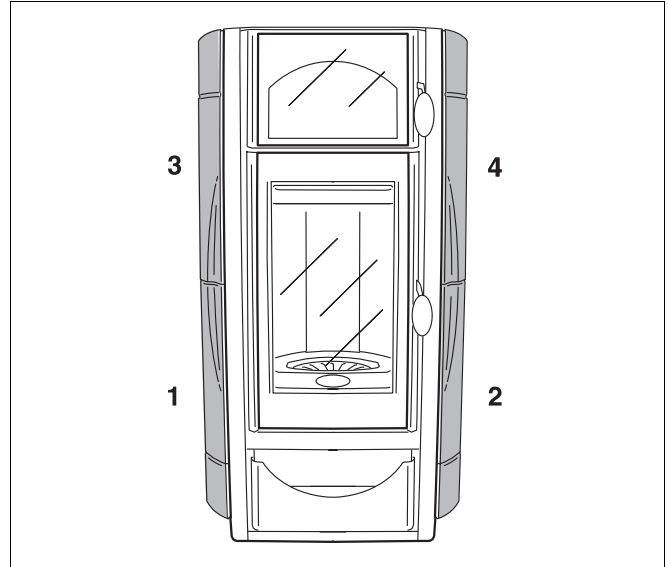

Abb. 40 Positionen der Kacheln (blueline 5)
- Beim Einhängen mit der Kachel Nummer 1 beginnen (Abb. 40).